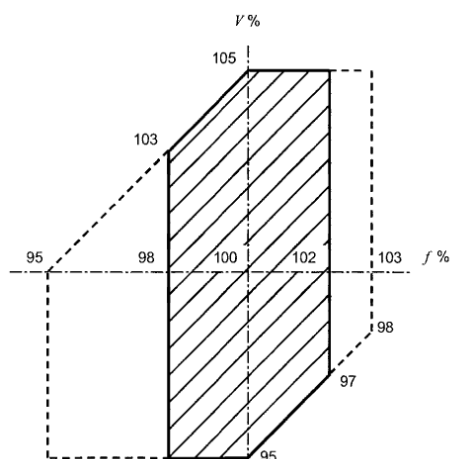

Figura 2.1: Limites das variações da tensão e frequência (IEC60034-3)
- Conforme definido pela área sombreada da Figura 2.1, o gerador deverá ser capaz de fornecer continuamente sua potência nominal, operando em seu fator de potência nominal, com uma variação de $\pm 5\%$ da tensão e de $\pm 2\%$ da frequência. Conforme o ponto de operação se distânciar dos valores nominais de frequência e tensão, a temperatura dos enrolamentos do gerador pode aumentar progressivamente;
- Conforme definido pelo limite exterior da Figura 2.1, o gerador também deverá ser capaz de fornecer continuamente sua potência nominal, operando em seu fator de potência nominal, com uma variação de $\pm 5\%$ da tensão e de $+3\%$ e -5% da frequência. No entanto, neste caso a elevação de temperatura será ainda maior do que no caso anterior. Assim, para minimizar a redução do tempo de vida do gerador devido aos efeitos da temperatura, a operação fora da área sombreada deverá ser limitada quanto a sua extensão e frequência com que ocorre. A potência do gerador deve ser reduzida ou outra medida corretiva deve ser tomada.